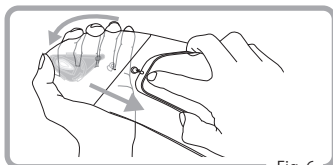

Fig. 6
- ④ Rimuovere la pellicola protettiva dalla lente originale a incastro Pinlock®.
- ① Rimuovere la visiera dal casco.
- ② Rimuovere la lente originale a incastro Pinlock® dai perni eccentrici flettendo la visiera. (Fig. 6)